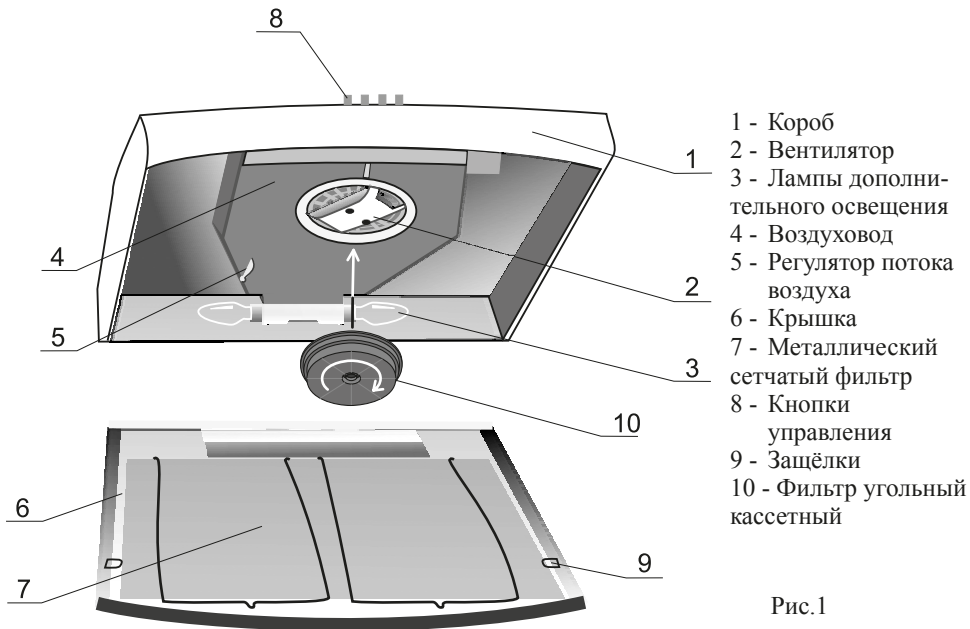
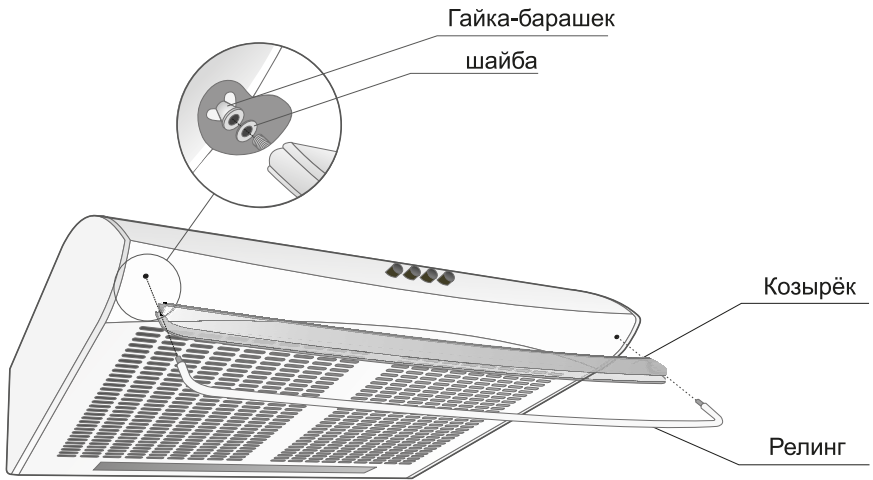

Рис.1
Рис. 3
- 5.1 Внутри короба 1 воздухоочистителя (рис.1) располагаются вентилятор 2, лампы дополнительного освещения 3, воздуховод 4 с регулятором потока воздуха 5. На передней части корпуса расположены кнопки управления 8. В зависимости от модели (см. табл.3) воздухоочиститель оснащается:
- крышкой 6 с сетчатым фильтром 7 (рис.1), а также, в зависимости от модификации, релингом с пластмассовым козырьком (рис.3).
- 5.3 С помощью кассетного угольного фильтра 10 (рекомендуется устанавливать на воздухоочистители, работающие в циркуляционном режиме) всасываемый воздух дополнительно очищается гранулами активированного угля, уменьшаются запахи от приготовления пищи. Угольный фильтр не подлежит регенерации и должен заменяться примерно каждые шесть месяцев (в зависимости от интенсивности эксплуатации). Для установки кассетного угольного фильтра оденьте его на три фиксирующих элемента в центре вентилятора и поверните по часовой стрелке до упора (рис. 1). Демонтаж фильтра производится в обратном порядке.
- 6.7 Совмещение флажка регулятора потока воздуха 5 (см. рис.1) с рисунком  на воздуховоде указывает, что воздухоочиститель работает в циркуляционном режиме, т. е. очищенный воздух возвращается в помещение кухни.